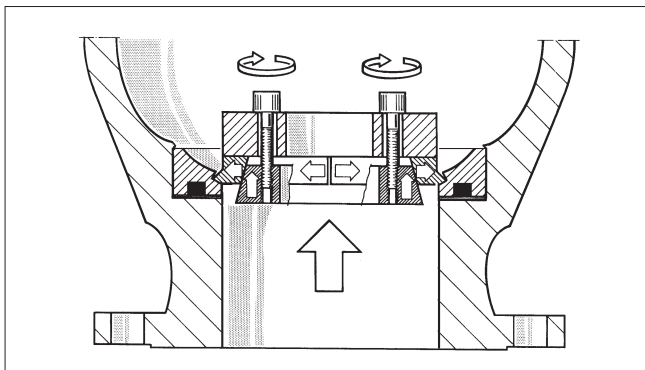

Fig. 17 Extraction d'un siège verrouillé
- Enlevez le siège (7) du corps inférieur sans heurter celui-ci. Si c'est un siège verrouillé, il faut l'extraire à l'aide d'un outil spécial à commander au fabricant (cf. figure 17 et chapitre 8 «Outillage nécessaire»).